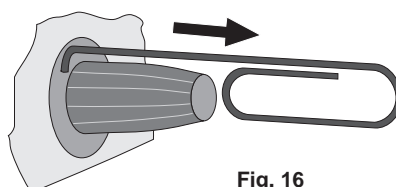

Fig. 16
- Drehknöpfe BALANCE, BASS, TREBLE mit Hilfe eines aus einer starken Büroklammer gebogenen Hakens abziehen (Fig. 16).
- Pull off the control knobs BALANCE, BASS, TREBLE by means of a hook made of a paper clip (Fig. 16).